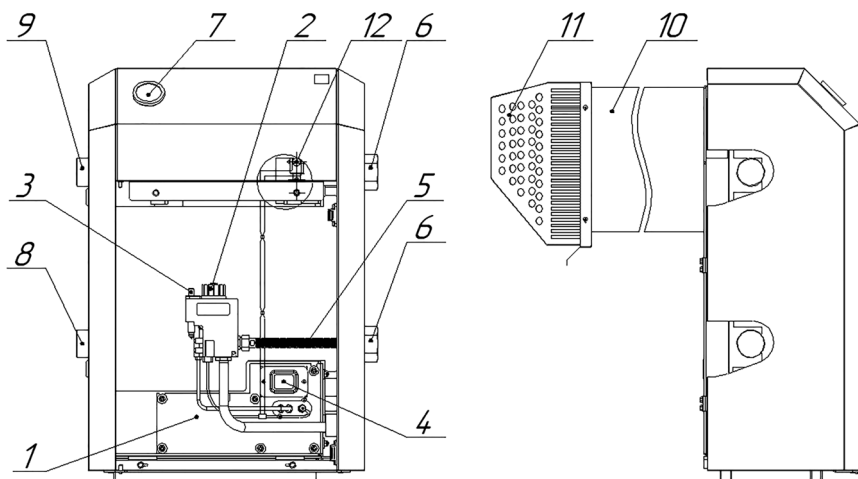

Рис. 1. Котёл «Патриот» с автоматикой 630 EUROSIT
- 5.1. Котёл представляет собой сварную конструкцию, образующую по всему периметру водяную рубашку, окаймляющую топочную камеру. В нижней части котла, в проеме топочной камеры, установлено газогорелочное устройство с органами управления. В задней части котла находится газоотводящий патрубок для удаления продуктов сгорания из топки. На задней поверхности котла расположены проушины для крепления котла к стене. На боковых стенках котла расположены патрубки для подключения отопления (см. рис. 1).